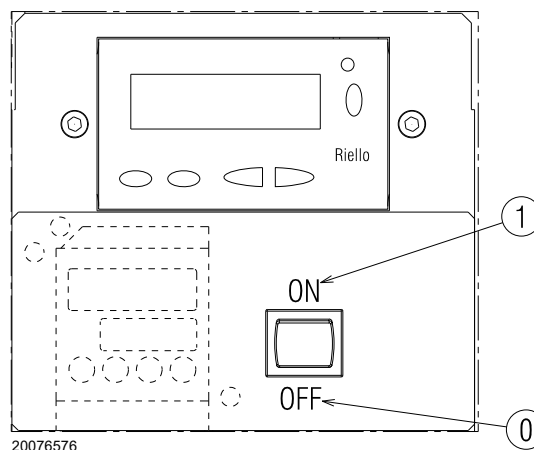

Fig. 24
Cerrar los termostatos/presostatos y colocar el interruptor de Fig. 24
- colocar el interruptor de Fig. 24 en la posición "0/OFF" y esperar que la caja de control ejecute la fase de apagado;
El quemador está en el estado de espera solicitud de calor o el selector "0-1" (Fig. 24 en pág. 26) está en la posición "0".